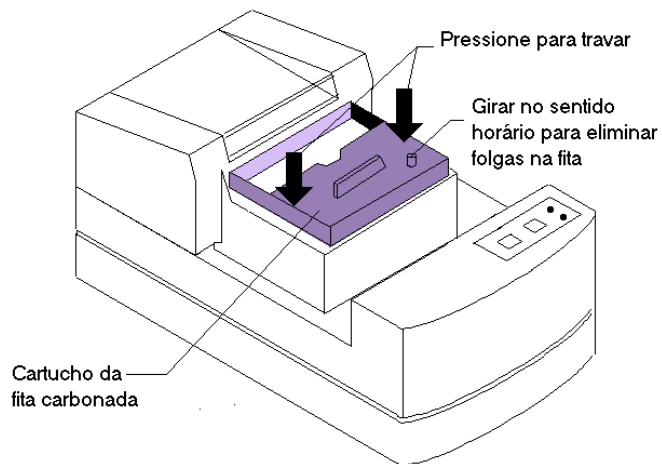

Figura 4 - Colocação da fita de impressão
2. Introduza a fita na posição indicada pressionando até que trave no mecanismo de impressão. Para esticar a fita após seu encaixe gire o eixo indicado na figura 4 no sentido horário.